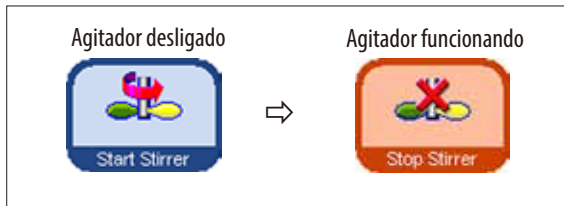

Fig. 131
- O agitador pode ser novamente iniciado e interrompido. Quando o botão for de cor laranja, o agitador está em funcionamento (Fig. 131).